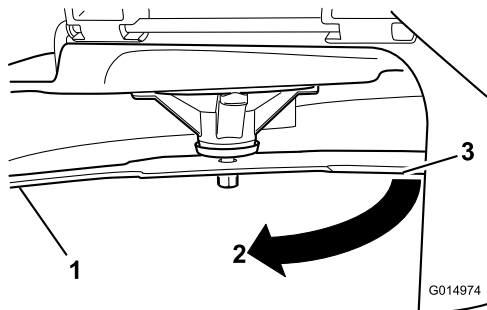

Figura 53
3. Segunda distancia medida entre cuchilla y superficie (B)
4. Gire la misma cuchilla 180 grados de manera que el otro extremo esté en la misma posición (**Figura 53**).